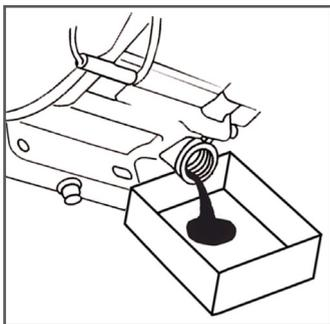

Рис. 34. Замена масла в двигателе
(1) Техническое обслуживание должно осуществляться более часто, при работе в пыльных условиях.
(2) Данный вид работ необходимо выполнять в авторизованном сервисном центре.
6. Подставьте ёмкость для масла под маслозаливную горловину, открутите крышку-щуп и слейте отработанное масло в подготовленную для этого емкость через маслозаливную горловину (Рис. 34).